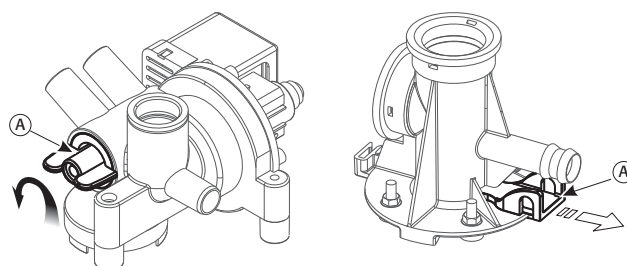

Fig. 7.a
- actionner le dispositif mécanique sous le cylindre (voir par. A Fig. 7.a).